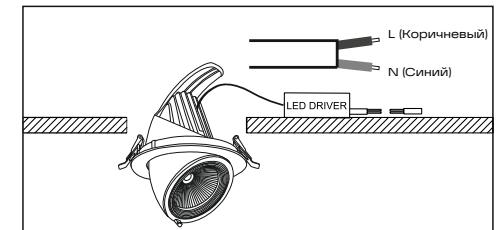

Рис. 2
- 5.6 Подключите светильник прибор к питающей сети в следующем порядке (рис. 2):